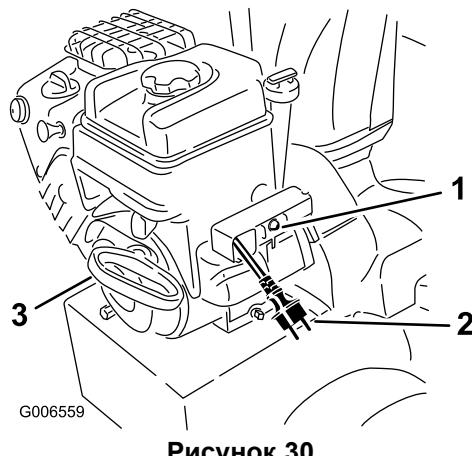

Рисунок 30
- Запустите машину, потянув за шнур механического стартера или нажав на кнопку электрического стартера (Рисунок 30).